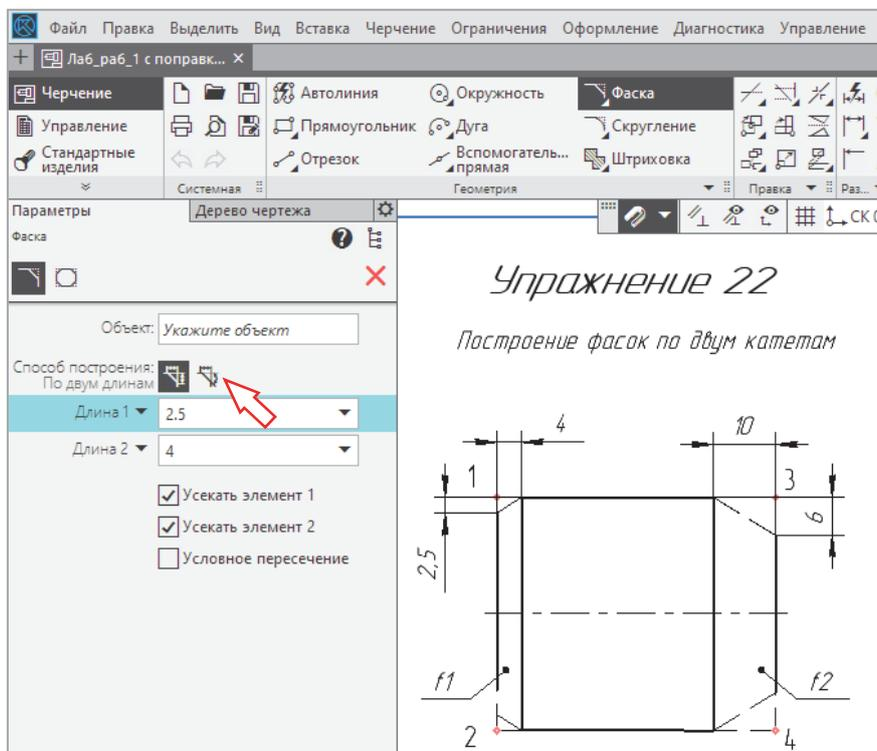

Рис. 1.22-2
2. На **Панели параметров** выбрать в группе **Способ построения** кнопку **Фаска по двум длинам** . Появятся поля **Длина1** и **Длина2** (рис. 1.22-2).